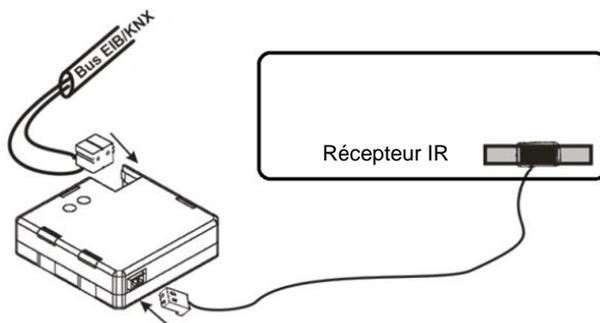

Figure 3. Connexion IRSC-Climatiseur
- **Bouton de programmation (3)** : Une pression courte sur ce bouton place le dispositif en mode de programmation, et la LED associée (2) s'allume en rouge. Si ce bouton est maintenu appuyé lors de la connexion de la tension de BUS, l'IRSC se met en mode sûr.
- **Émetteur IR (5)**: Capsule d'envoi des ordres infrarouges vers l'appareil de climatisation. Il devra être collé sur le récepteur IR du climatiseur à contrôler (voir Figure 3).
- **Base du connecteur IR (6):** Endroit d'insertion du connecteur IR.
La Figure 3 montre comment placer correctement l'émetteur IR (5) de l'IRSC sur le climatiseur.